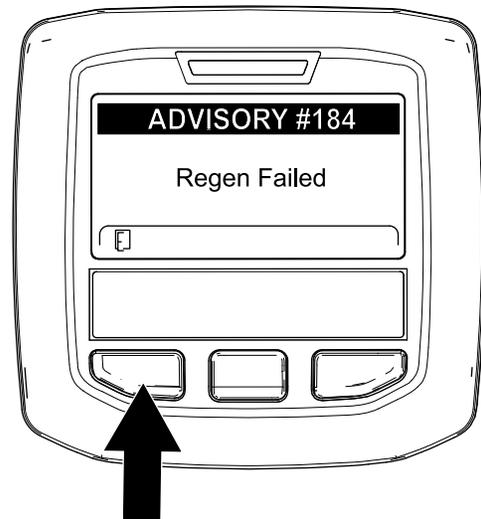

Figura 34
**Nota:** Se la rigenerazione non viene completata, l'InfoCenter visualizza il messaggio Advisory #184 (Figura 34). Premete il pulsante sinistro per uscire e tornare alla schermata Home.